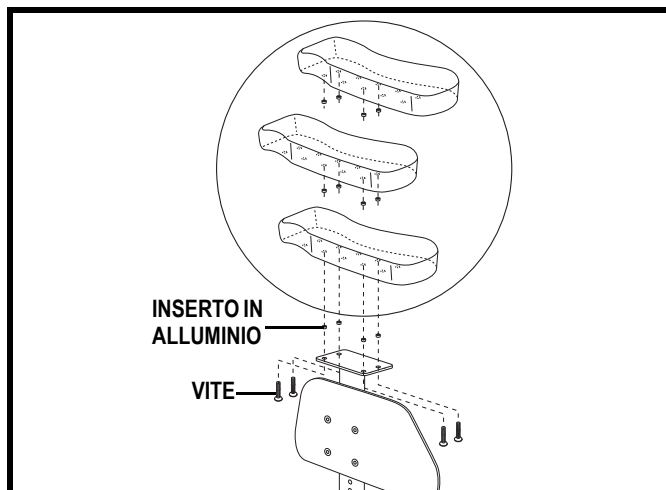

Figura 14. Regolazione della profondità del cuscinetto del bracciolo
È possibile regolare anche la profondità dei cuscinetti dei braccioli. **Vedere figura 14.**
1. Rimuovere le quattro viti ed il relativo inserto in alluminio dalla parte inferiore del bracciolo. **Vedere figura 14.**